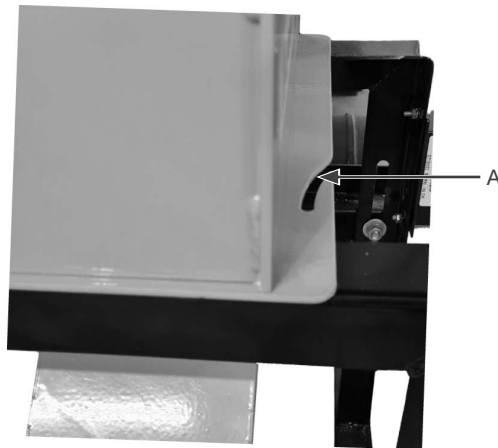

Figura 6.5: Suporte dos trituradores
Os modelos de trituradores TRAPP possuem um suporte para engatar um saco de rafia ou outro tipo para facilitar a coleta do material triturado, conforme indicação (A), conforme Figura 6.4 na página 6-3 e Figura 6.5 na página 6-3.